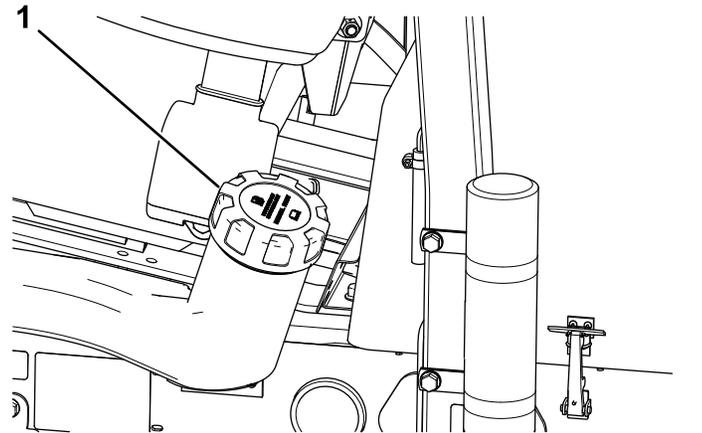

Bild 36
2. Reinigen Sie den Bereich um den Tankdeckel (Bild 36).